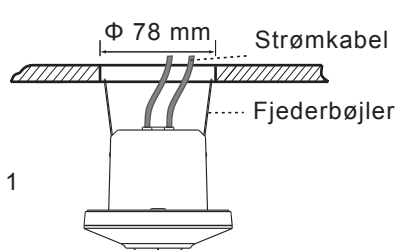

FIG. 11
- 3.4.2.4 Luk detektorens to fjederbøjler og indsæt detektoren i det borede hul på loftet (Se FIG. 11).